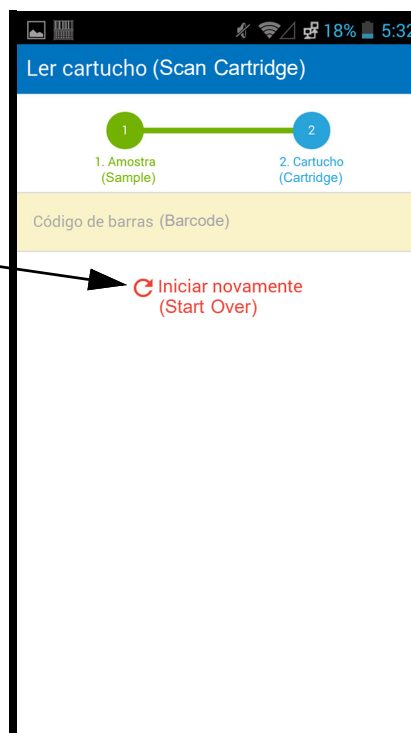

Figura 5-195. Ecrã Scan Cartridge (Ler cartucho) do Cepheid Link
- 2) Se for encontrado um pedido, o ecrã de êxito (marca de verificação verde) será visualizado durante pouco tempo (ver Figura 5-192) e será apresentado o ecrã Scan Cartridge (Ler cartucho). Ver Figura 5-195.
- 4) Se for encontrado um pedido, o ecrã de êxito (marca de verificação verde) será visualizado durante pouco tempo (ver Figura 5-192) e será apresentado o ecrã Scan Cartridge (Ler cartucho). Ver Figura 5-195.